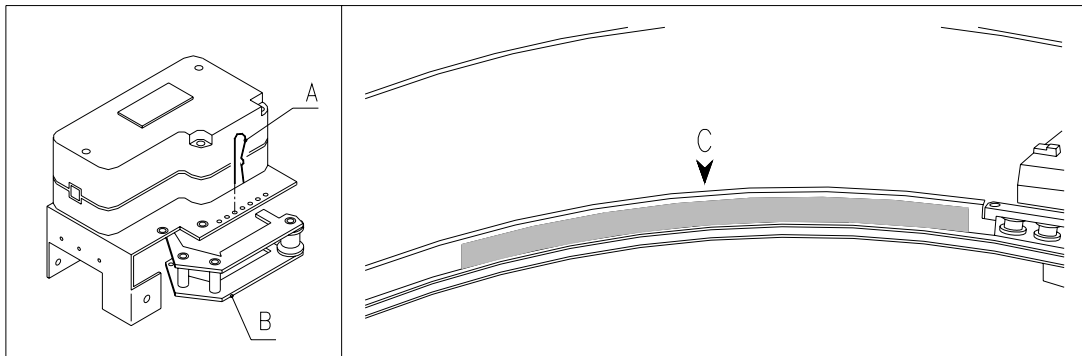

FIG. 16
8.8 SOSTITUZIONE CINGHIA MOVIMENTO SPORTELLINI (FIG. 16)